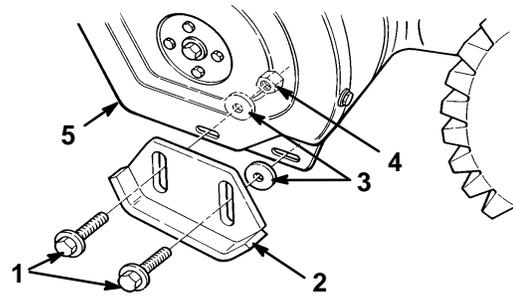

Abbildung 16
3. Zwei Flanschkopfschrauben und flache Unterlegscheiben entfernen, mit denen die Enden der Schürfleiste an den Seitenplatten befestigt sind (Abb. 16).
4. Die Schrauben durch die hinteren Schlitz in den Rutschblechen anbringen, wobei die **Unterlegscheiben zwischen den Rutschblechen und den Seitenplatten liegen müssen** (Abb. 16). Die Schrauben nicht anziehen.